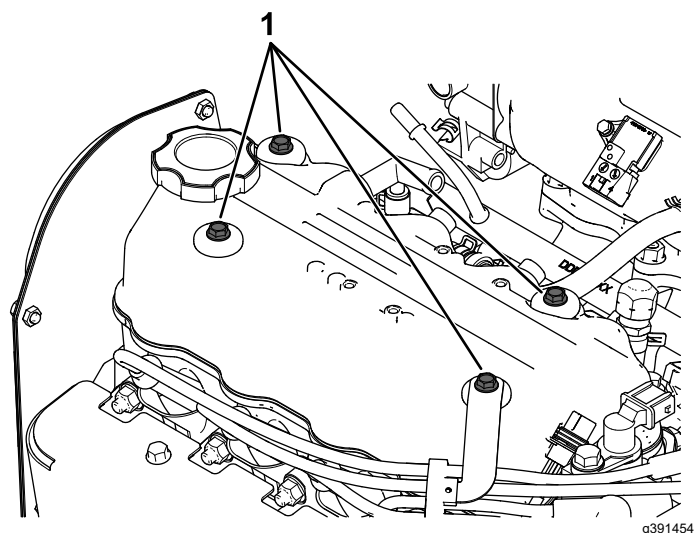

Figure 36
1. Retirez du moteur les 4 boulons indiqués à la Figure 36.